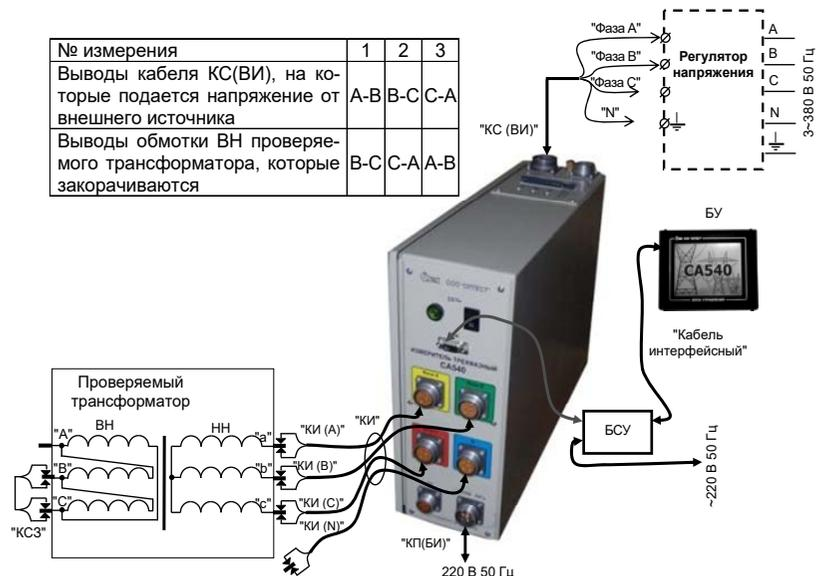

Рисунок 6.31
3) Подготовить схему к выполнению первого измерения согласно таблице (рисунок 6.31). Подсоединить к внешнему источнику питания выходы "Фаза А" и "Фаза В" кабеля КС(ВИ) и закоротить выходы обмотки ВН "В" и "С" проверяемого трансформатора с помощью кабеля силового КСЗ в соответствии с данными для 1-го измерения таблицы, приведенной на рисунке 6.31.